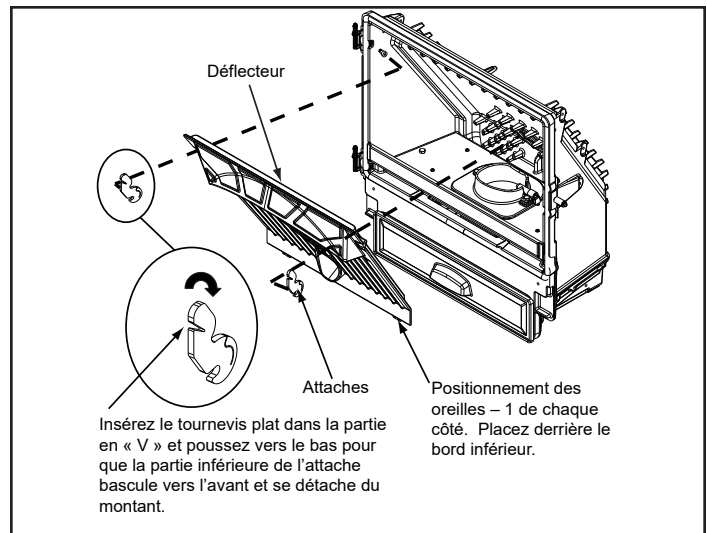

Figure 24.2
4. Retirez le déflecteur en place un tournevis plat dans la fente des loquets se trouvant dans les coins supérieurs, et faites-les tourner vers le bas. Le bas du loquet tombera vers l'avant, s'éloignant du poteau. Soulevez le déflecteur, puis tirez-le vers vous (**Figure 24.2**).